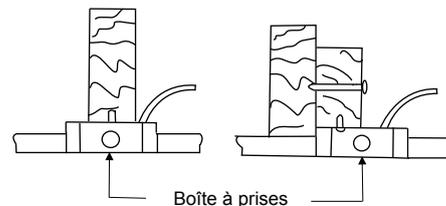

Fig. 2
Étape 2. Répétez le même processus pour les lames restantes (Fig. 2).